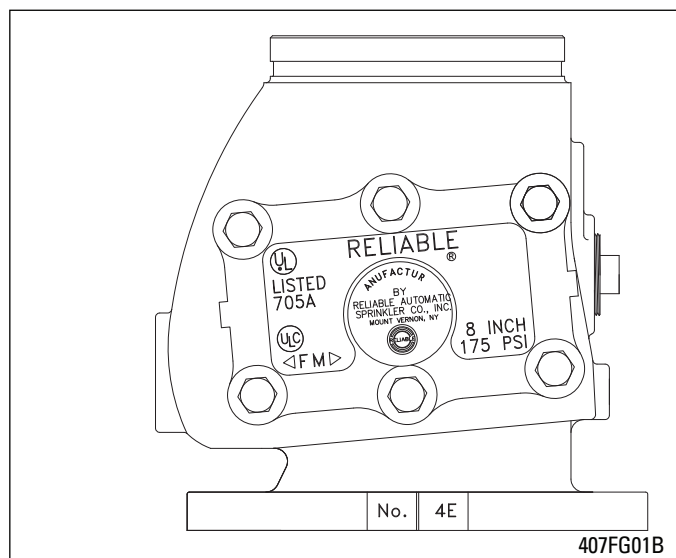

Fig. 1
- b. Entrada flangeada e saída ranhurada padrão EUA (Fig. 1):